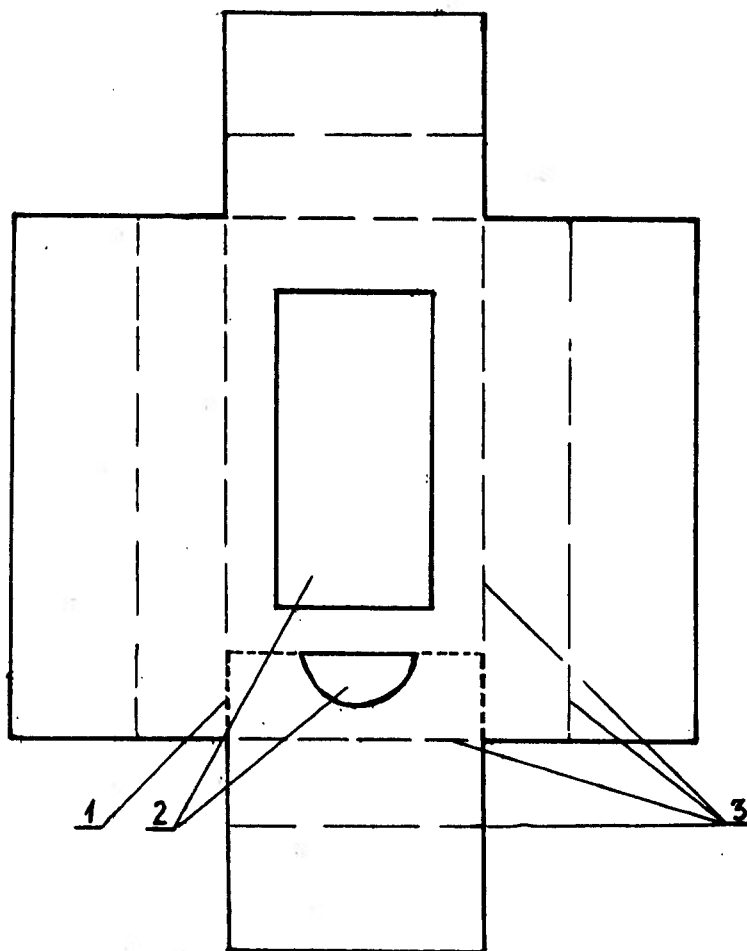
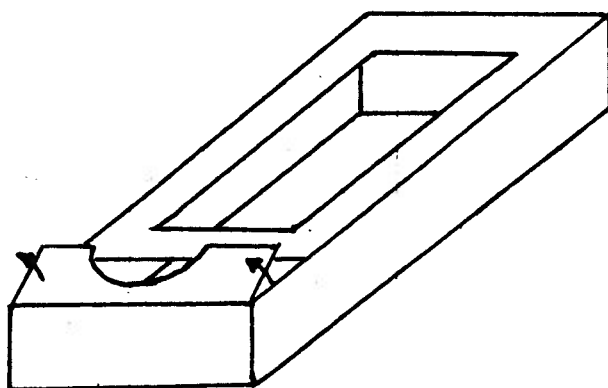

Fig. 1
Fig. 2
Opakowanie ekspozycyjne według wzoru przemysłowego wykonane jest z arkusza tektury z wykroju jednoczęściowego i przez jego złożenie na zagięciach 3 a następnie sklejenie poprzecznych zakładek opakowania na zakładkach podłużnych. Opakowanie ma kształt prostopadłościanu o podstawie prostokątnej w którym są wycięcia 2 na górnej płaszczyźnie, jedno o kształcie korzystnie prostokątnym a drugie, usytuowane przy jego poprzecznej krawędzi o kształcie korzystnie półkola, zwróconego cięciwą w kierunku wycięcia prostokątnego. Wycięcie półkoliste przyległe jest do krawędzi prostokątnego wieczka. Wieczko jest na całą szerokość opakowania i ma na dwóch krótszych bokach i jednym dłuższym, wewnętrznym podcięcia 1 a na drugim dłuższym, zewnętrznym boku zagięcie 3. Przy czym przeznaczone jest do otwierania opakowania i wyjmowania z niego zawartych siatek ściernych, jak pokazano na ilustracji fig. 1 i fig. 2. Wycięcie prostokątne służy do eksponowania siatki ścierniej i zamieszczonego na niej napisu informacyjnego. Opakowanie daje możliwości dowolnego regulowania jego pojemności poprzez wydłużanie, na wykroju, bocznych zakładek i przesuwanie na nich zagięć.
Przedmiot wzoru przemysłowego uwidoczniony jest na załączonej ilustracji, na której fig. 1 przedstawia wykrój opakowania, fig. 2 przedstawia opakowanie ekspozycyjne w widoku perspektywicznym z otwartym wieczkiem.
1. Cechy istotne wzoru przemysłowego to materiał tekturowy i kształt prostopadłościenny opakowania z wycięciami na jego górnej płaszczyźnie, jedno o kształcie prostokątnym a drugie o kształcie półkolistym, przy czym półkolistie umieszczone jest na wieczku, jak pokazano na załączonej ilustracji fig. 1 i fig. 2